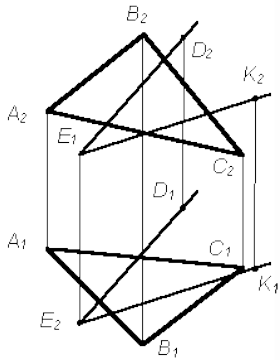

Рис.4.
4. Построить линию пересечения плоскости $P(\triangle ABC)$ с плоскостью $Q(DE \cap EK)$ (рис. 4).